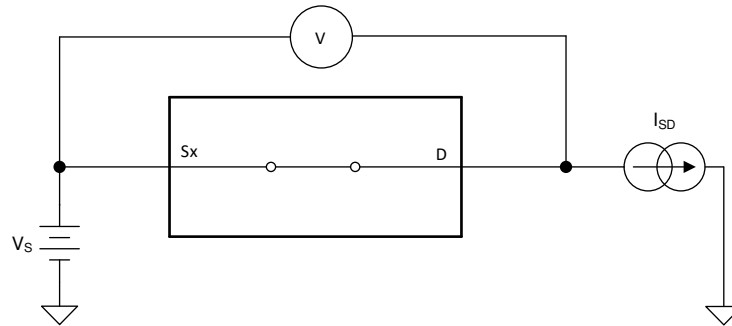

図 6-1. オン抵抗測定時の構成
デバイスのオン抵抗は、デバイスのソース ピン (Sx) とドレイン ピン (Dx) の間の抵抗値 (Ω) です。オン抵抗は、入力電圧と電源電圧によって変化します。オン抵抗は、記号 R_{ON} を使用して示されます。 R_{ON} の測定時に使用する構成を 図 6-1 示します。この構成を使用して電圧 (V) と電流 (I_{SD}) を測定し、 R_{ON} は $R_{ON} = V / I_{SD}$ で計算します。